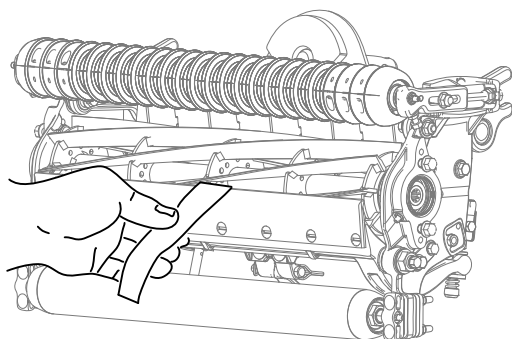

Figure 10
12. Contrôlez la performance de coupe en insérant une longue bande de papier de performance de coupe entre le cylindre et la contre-lame, perpendiculairement à la contre-lame (Figure 10). Faites tourner **lentement** le cylindre en avant ; il devrait couper le papier.